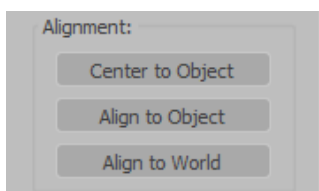

Fig. 2.3. Interfața casetei derulante **Adjust Pivot** – grupul **Alignment**
- Dacă butonul **Affect Pivot Only** este activ, butoanele funcționează după cum urmează, fig. 2.3: